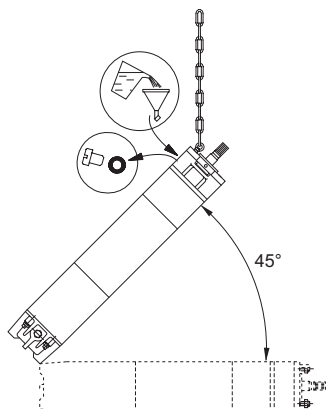

Fig. 4 Poziția pompei în timpul umplerii – MMS
1. Plasați motorul la 45° cu capătul superior al motorului în sus, vezi fig. 4.